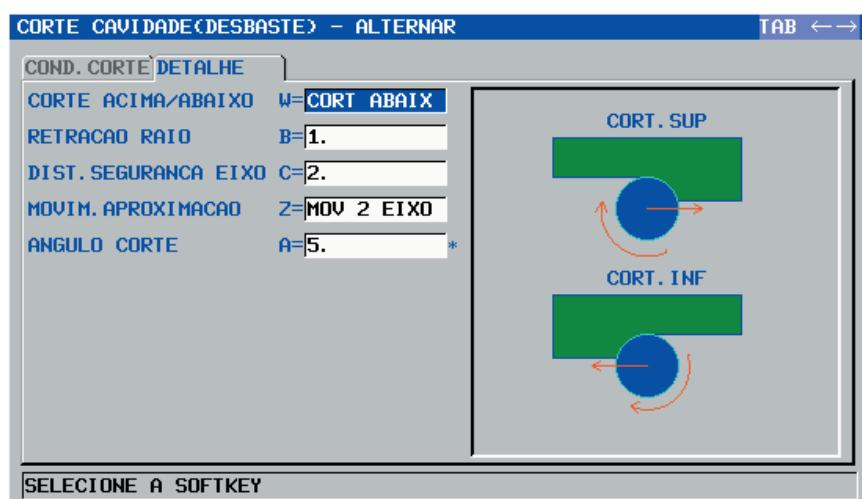

Figura 41 - Janela “DETALHE” - Ciclo de Cavidade
- Preencher os campos conforme a figura 41